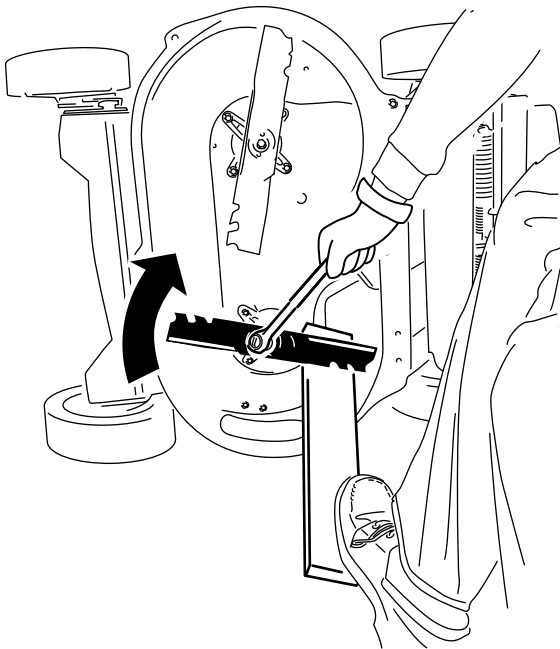

Figure 38
2. Immobilisez chaque lame à l'aide d'une planche et tournez le boulon de lame dans le sens horaire au moyen d'une clé dynamométrique comme montré à la Figure 38 ; serrez chaque boulon de lame à 82 N·m.